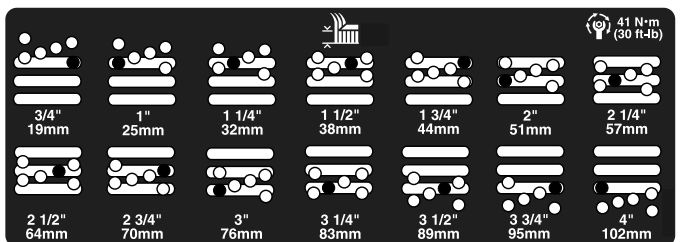

Figura 22
5. Mova a câmara para a altura de corte desejada e instale o espaçador no orifício e ranhura da altura de corte designada (Figura 22).